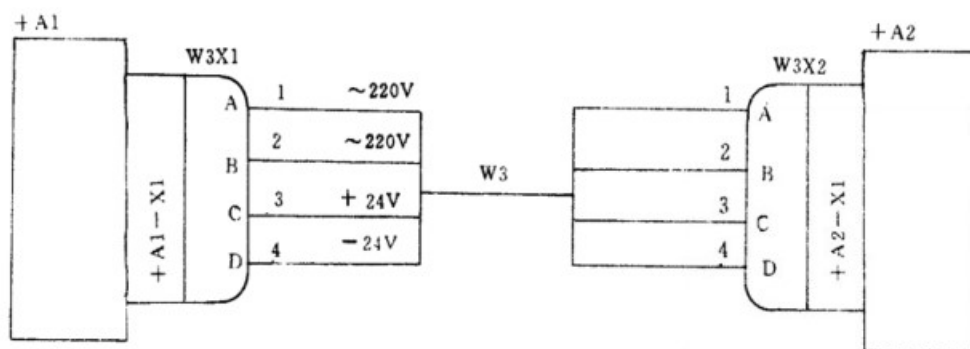

图 2 在线缆和芯线上加标记和电路特性示例
3.3.3 线缆和芯线分别用线缆号和芯线号作标记,标记一般采用数字或字母表示。也可分别用项目代号和颜色字母代码表示。颜色的字母代码见 SJ/T 10148.6 中的附录 A。必要时,还可在芯线上或线缆连接表的备注栏内加注电路特性。见图 2。